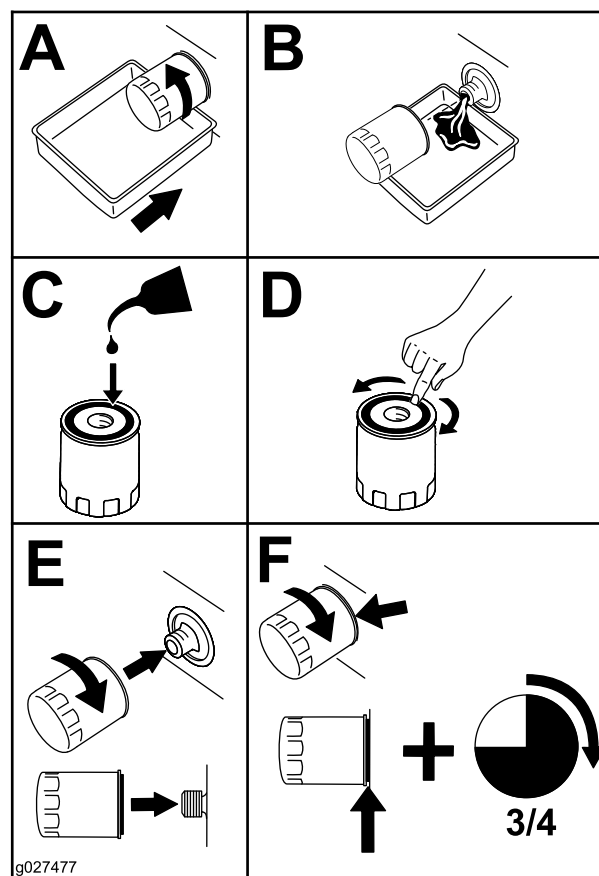

Figura 39
4. Sostituite il filtro dell'olio (Figura 39).